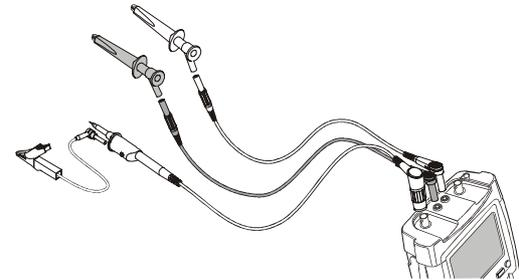

Abbildung 20. Scope Record mit Externer Triggierung
- 4 Führen Sie das aufzuzeichnende Signal dem roten BNC-Eingang A zu. Führen Sie dem roten und dem schwarzen externen Triggereingang (4 mm) ein Triggersignal zu. Siehe Abbildung 20. Scope Record mit externer Triggierung.